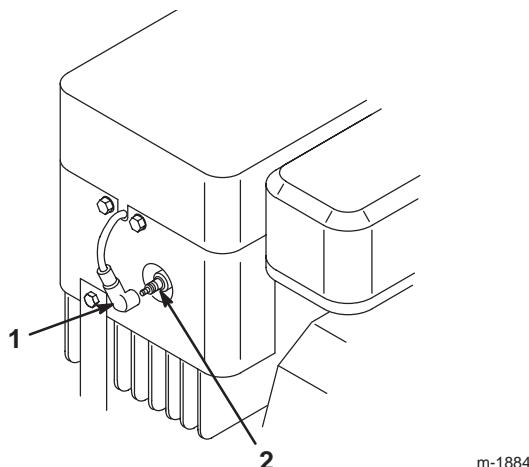

Bild 25
- Ziehen Sie den Zündkabel ab (Bild 25).
- Stecken Sie den Zündkabel wieder auf die Zündkerze auf (Bild 25).